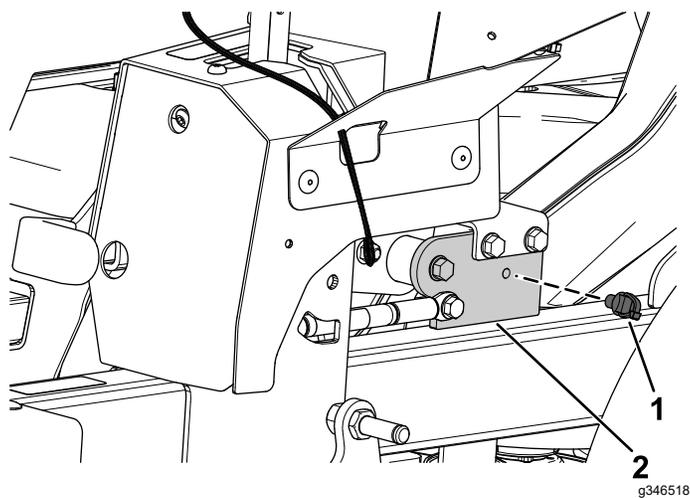

Figura 13
1. Montate il dispositivo di fissaggio anteriore a pressione nella staffa della leva del freno di stazionamento (Figura 13).